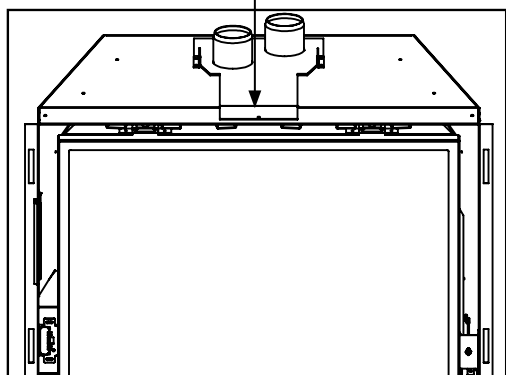

Figure 27: évent emplacement de la vis collier plaque.
5. Si l'ouverture du foyer est inférieur à 24 "(610 mm), retirez la plaque de bague de ventilation par le haut de l'insert en dévissant la seule T-20 vis Torx située au centre du haut du poêle au-dessus de l'ouverture de porte (voir la figure 27). Faites glisser la plaque de collier vers l'arrière. Toujours bien arrimer la plaque bague de ventilation à la doublure tuyau d'évacuation flexible (s) déjà installé dans la cheminée. Veillez à ne pas trop étirer le liner (s).